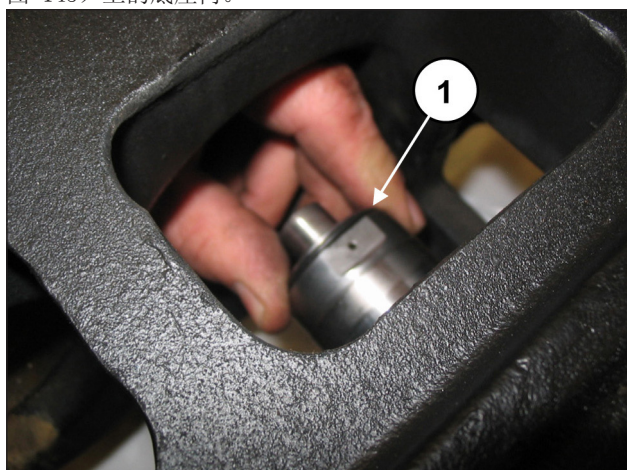
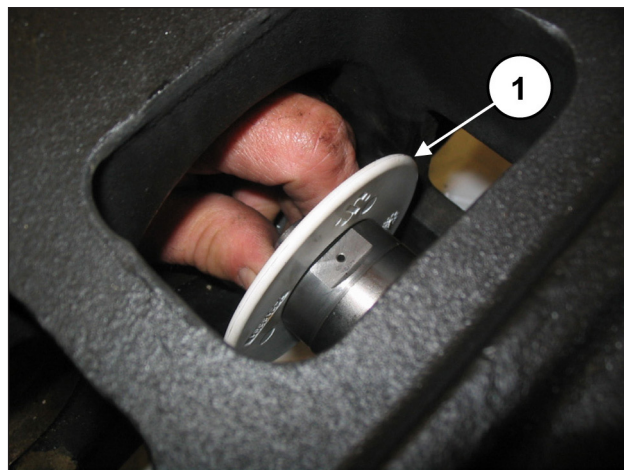

图 144
图 145
将防溅环与O形圈一起放在活塞导承(位置①, 图 144 和图 145)上的底座内。